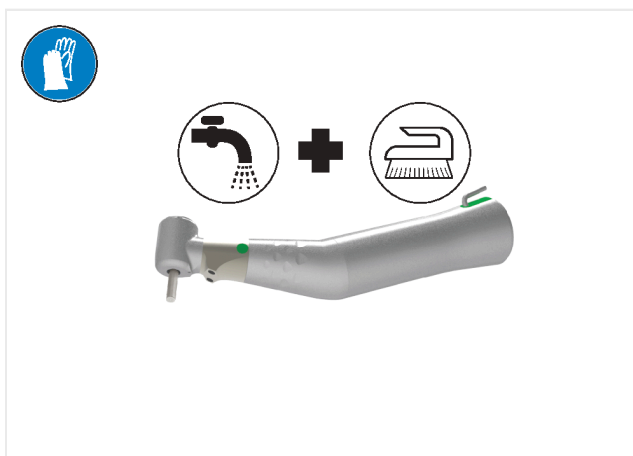

FIG. 4
1. Nettoyer l'intérieur et l'extérieur de l'instrument à l'eau courante entre 15 °C et 38 °C (59 °F-100 °F) à condition que le pH de celle-ci se situe entre 6,5 -8,5 et que son taux de chlorure soit inférieur à 100 mg/l. Si l'eau ne correspond pas à ces exigences, utiliser de l'eau déminéralisée (déionisée). (FIG. 4)